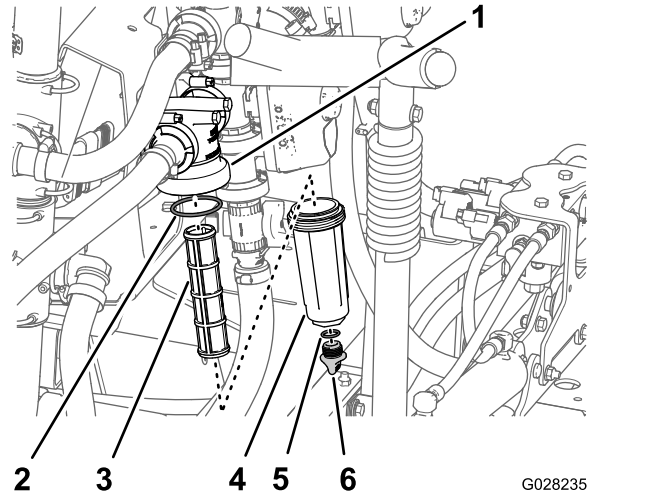

Figura 53
2. Coloque un recipiente de drenaje debajo del filtro de presión (Figura 53).
3. Gire el tapón de vaciado en sentido antihorario y retírelo de la cubeta del filtro de presión (Figura 53).
4. Gire la cubeta en sentido antihorario y retire la cabeza del filtro (Figura 53).
5. Retire el elemento del filtro de presión (Figura 53).
7. Inspeccione la junta del tapón de vaciado (situada dentro de la cubeta) y la junta de la cubeta (situada dentro de la cabeza del filtro) en busca de daños o desgaste (Figura 53).
8. Instale el elemento del filtro de presión en la cabeza del filtro (Figura 53).
9. Instale la cubeta en la cabeza del filtro y apriétela a mano (Figura 53).
- Coloque el tapón de vaciado en el acoplamiento inferior de la cubeta, y apriete el tapón a mano (Figura 53).